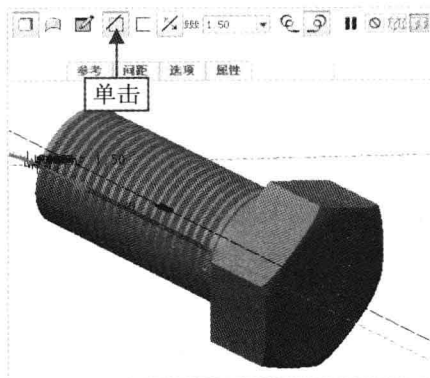

图 5-72 单击“移除材料”按钮
Step 06 单击“关闭”面板中的“确定”按钮✓，完成截面绘制并退出草绘环境；返回“螺旋扫描”选项卡，在“输入间距值”数值框中输入 1.5，单击“移除材料”按钮, 如图 5-72 所示。